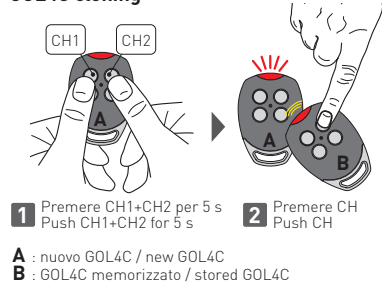

Fig. 4
6. Clonazione GOL4C (fig. 4)
6. GOL4C cloning (fig. 4)